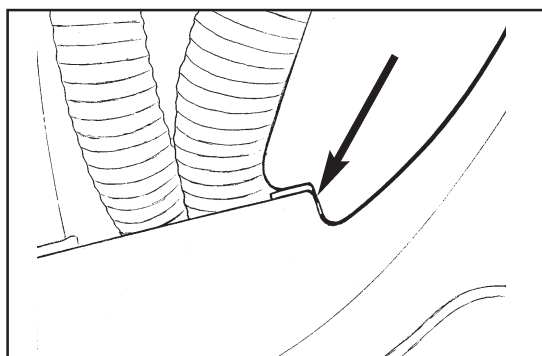

Figura 13A
12. Vuelva a instalar el depósito de recuperación asegurándose que el pasador pivote en el depósito de recuperación esté instalado debajo de la plaqueta de metal del depósito de solución (Refiérase a la figura 13A).